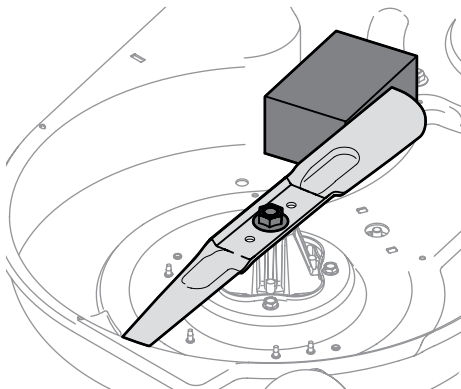

Figura 4-6
2. Coloque um calço de madeira entre o deck e a lâmina para funcionar como estabilizador. Consulte Figura 4-6.
3. Retire a porca do flange sextavado que prende a lâmina ao conjunto do eixo. Consulte Figura 4-6.